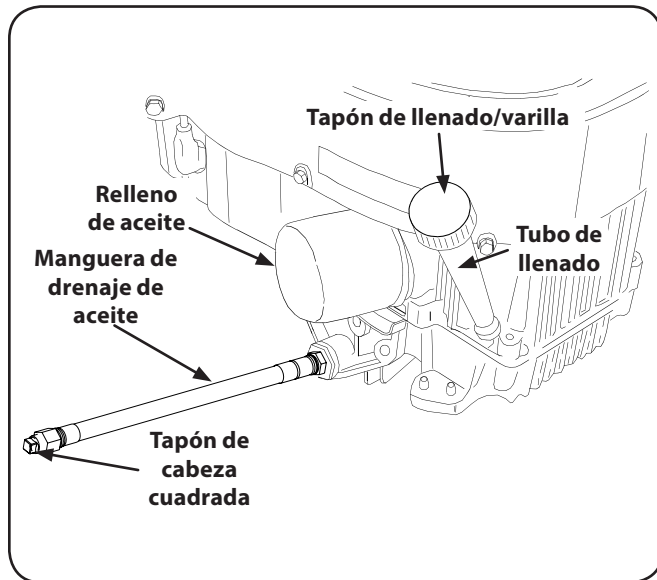

Figura 6-1
- Localice la válvula de drenaje de aceite en el lado derecho del motor. Vea la Figura 6-1.
- Mientras sujeta el extremo libre de la manguera de drenaje de aceite en el depósito de recogida de aceite, desenroscar el tapón de la manguera de cabeza cuadrada en el extremo de la manguera. Vea la Figura 6-1. Escurrir el aceite de motor en el contenedor de recogida.